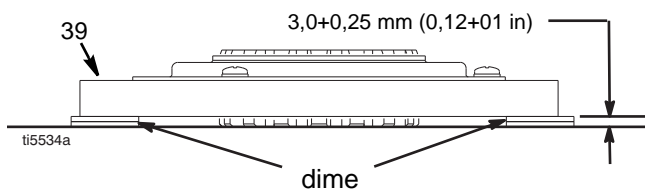

FIG. 8
1. FIG. 8. Appoggiare due pile di due dime su un tavolo da lavoro dalla superficie liscia.
2. Appoggiare l'armatura (39) sulle due pile di dime.